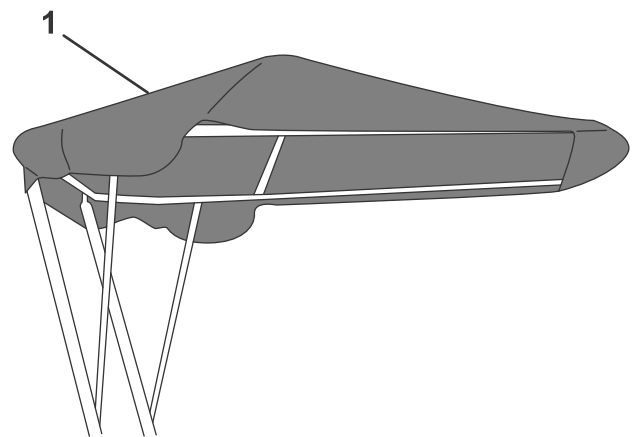

Figuur 4
13. Bevestig het achterste scherm aan de achterste boog en de stangen (Figuur 4).